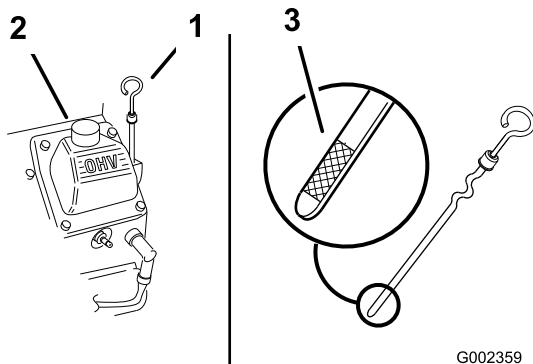

Figura 21
3. Limpe a zona em redor da vareta de óleo (Figura 21), para evitar que entre sujidade no orifício do filtro e possíveis danos no motor.
4. Retire a vareta do óleo e limpe a extremidade (Figura 21).
5. Deslize a vareta de óleo para dentro do tubo do filtro, mas não enrosque no tubo (Figura 21).
6. Coloque lentamente cerca de 80% da quantidade de óleo especificada no bocal de enchimento do óleo (Figura 21).